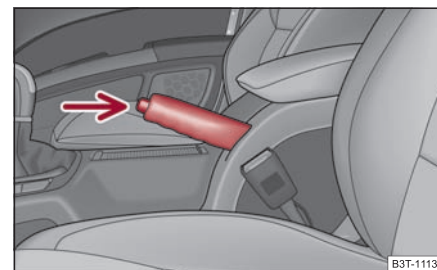

Fig. 137 Consola central: Freno de mano
- Tire de la palanca del freno de mano un poco hacia arriba **y pulse al mismo tiempo** el botón de bloqueo ⇒ página 123, fig. 137.